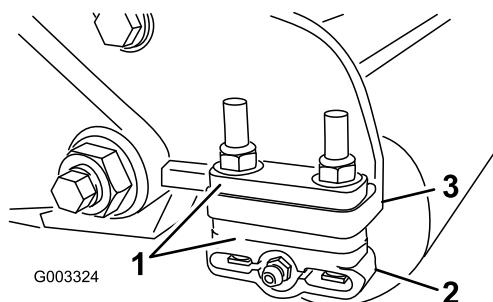

**Figure 9**
3. A une extrémité du cylindre, insérez une bande de papier journal entre le cylindre et la contre-lame (Figure 9). Tout en tournant lentement le cylindre en avant, tournez la vis de réglage de la barre d'appui dans le sens horaire (du même côté du cylindre) (Figure 8), un cran à la fois, jusqu'à ce que le papier soit pincé légèrement lorsque vous l'introduisez par l'avant, parallèle à la contre-lame. Vous devriez sentir une légère résistance lorsque vous tirez sur le papier.
5. Vérifiez ensuite si le cylindre peut saisir le morceau de papier inséré par l'avant et le couper lorsqu'il est inséré perpendiculairement à la contre-lame (Figure 9). Normalement, le papier doit être coupé avec un minimum de contact entre la contre-lame et les lames du cylindre. Si vous sentez un frottement ou un contact excessif du cylindre, vous devez alors roder ou rectifier les lames pour obtenir les tranchants nécessaires à une coupe de précision (voir le Manuel d'affûtage pour tondeuses rotatives et à cylindres Toro, Form No. 80-300PT).